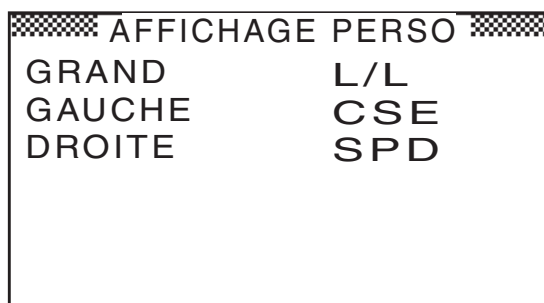

Figure 3-8 AFFICHAGE PERSO
- Appuyez deux fois sur la touche [DISP] pour afficher les données de navigation. La figure ci-dessous illustre l'affichage du paramètre présenté à la Figure 3-8.